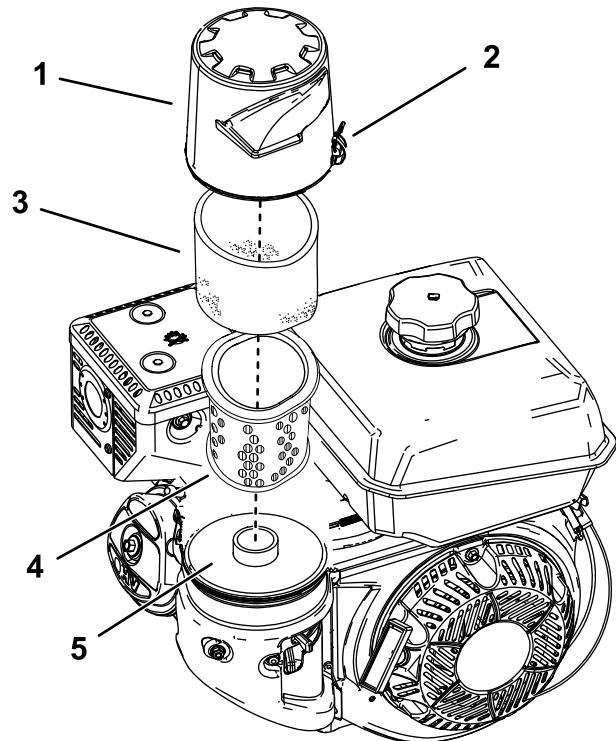

Figura 17
3. Desenganche el cierre que sujeta la tapa del limpiador de aire (Figura 17).
5. Separe cuidadosamente de la base los elementos de gomaespuma y de papel (Figura 17).
6. Separe el elemento de gomaespuma del elemento de papel (Figura 17).